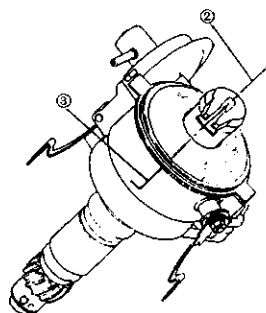

图 4-19 分火头和分电器壳上标记对准
②卸下分电器盖,转动分火头,使分火头的中央②对准分电器壳的凸出标记③,如图 4-19 所示。